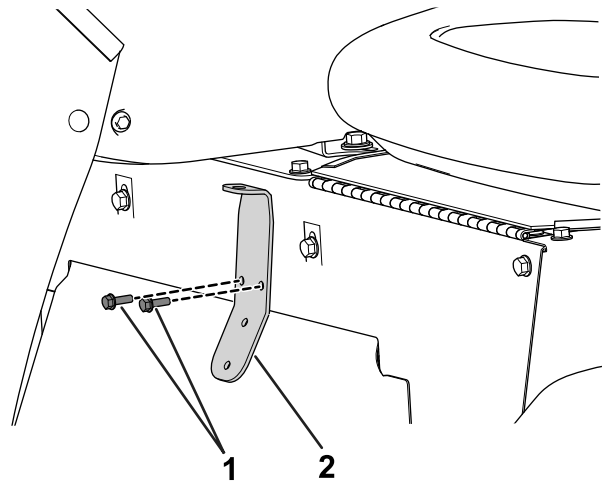

Figure 28
2. Avec 2 vis à tête fendue hexagonale ($\frac{1}{4}$ "-20 x $\frac{1}{2}$ "), fixez le support de vannes à la base du siège (Figure 28).